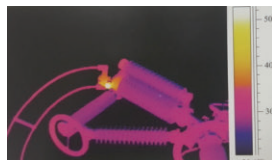

图2 500 kV断路器接线板异常发热
2) 某500 kV变电站内的500 kV断路器上的接线板与线夹接触不良，温度达52.8℃，如图2所示。